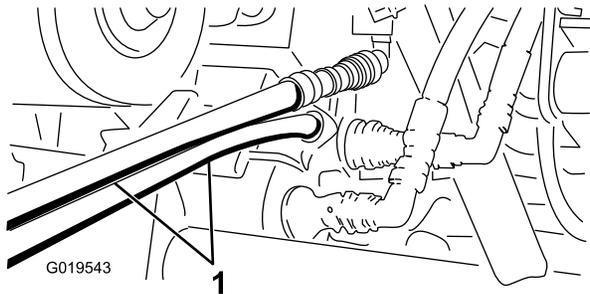

Рисунок 78
5. На другом автомобиле подсоедините два шланга к муфтам, находящимся в кронштейнах (верхний шланг подсоедините к верхней муфте, а нижний шланг — к нижней муфте) (Рисунок 78).